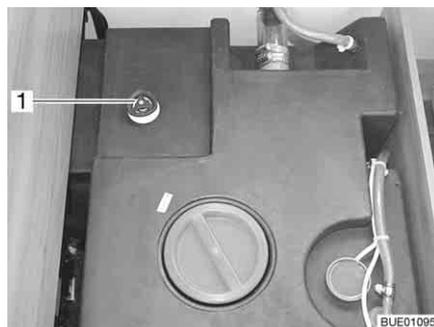

Fig. 222 Réservoir d'eau avec poignée tournante
- Faire tourner la poignée tournante (Fig. 222,1) du réservoir d'eau à fond dans le sens contraire des aiguilles d'une montre au-delà de la résistance pour ouvrir entièrement l'ouverture d'écoulement.